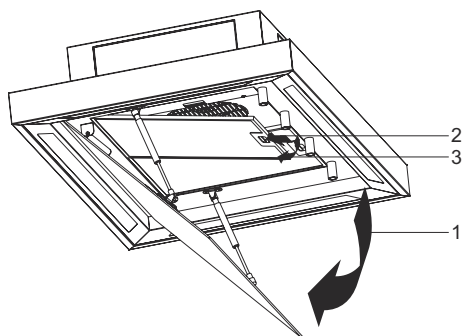

Fig. 6: Afmontering af fedtfilter
1. ► Vip glaslåget forsigtigt ned (Fig. 6/1).
3. ► Tryk på palen i fedtfilteret (Fig. 6/2) og holdt fast med den anden hånd
4. ► Fjern nu fedtfilteret (Fig. 6/3).